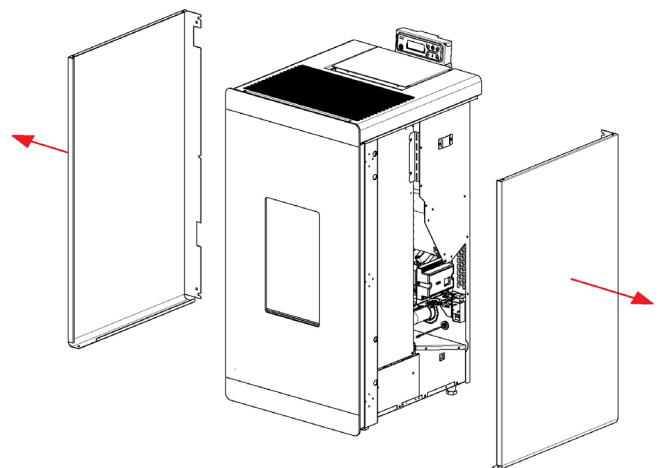

Fig. 66 - Entfernen der Seiten
- Die Seiten entfernen (siehe **Fig. 66 a pag. 28**).